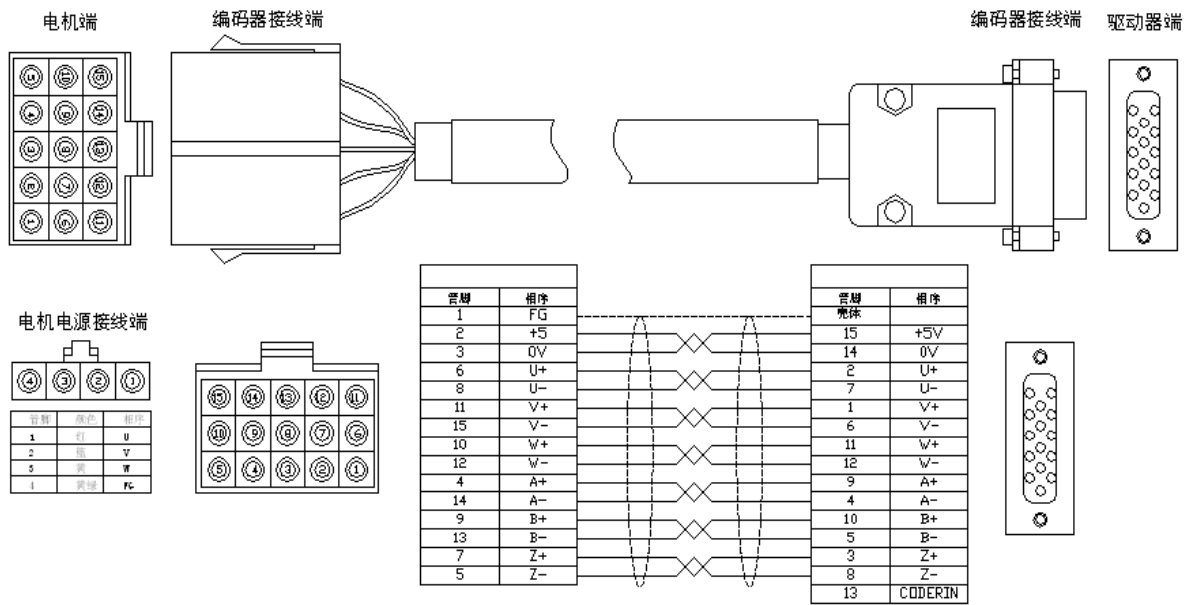

图 3.3 编码器接线示意 1
- 1) 电机端为塑料插头, 驱动器侧为 D 型插头. (电机为功率 30~100W) (图 3.3)